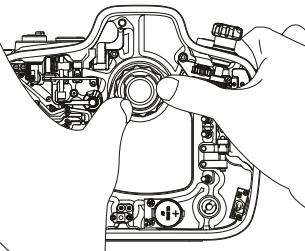

図3
3. カメラをコインなどで固定プレートに取り付けます。(図3)
3. 付属のボディキャップを外します。(図3)
1. 背面ウンドウ部のファインダー取付穴にファインダーを挿し込みます。(図3)